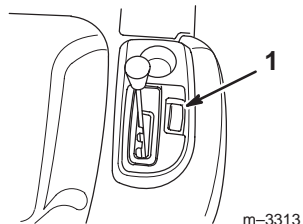

Figure 18
Le régulateur de vitesse est commandé par un commutateur (Fig. 18) situé sur l'aile droite. Il maintient une vitesse de déplacement constante sans actionnement de la pédale. Le régulateur de vitesse ne fonctionne qu'en marche avant.
2. Appuyez sur la pédale de déplacement sans la relâcher et poussez la commande du régulateur de vitesse (Fig. 18) en position Activé.
- Appuyez sur la pédale de déplacement sans la relâcher et amenez la commande du régulateur de vitesse (Fig.18) en position Désactivé.